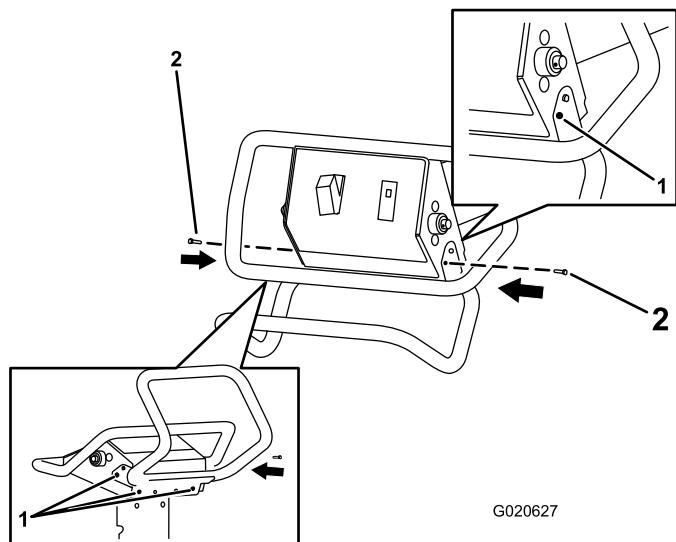
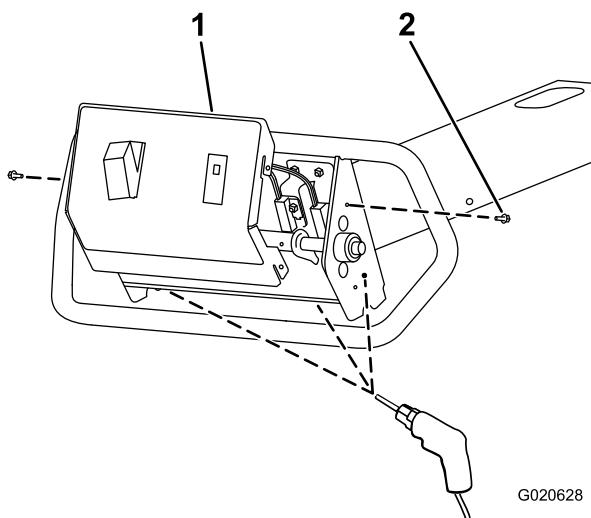

Figura 2
Figura 3
5. Sujete el manillar al bastidor con los 2 pernos de cabeza hexagonal (Nº 10-24 x 3/4 pulgada), según se muestra en Figura 2.
1. Retire los 2 pernos de cabeza hexagonal (Nº 10-24 x 1/2 pulgada) del bastidor (Figura 3).
2. Separe la tapa del panel de control del bastidor (Figura 3).
3. Retire los arneses de cables del interruptor y de la luz en la tapa del panel de control (Figura 3).
4. Perfore 4 taladros de 10 mm en el bastidor, en las posiciones marcadas en el paso 6 del procedimiento 1 Marcado del bastidor (página 1); consulte también Figura 2 y Figura 3.